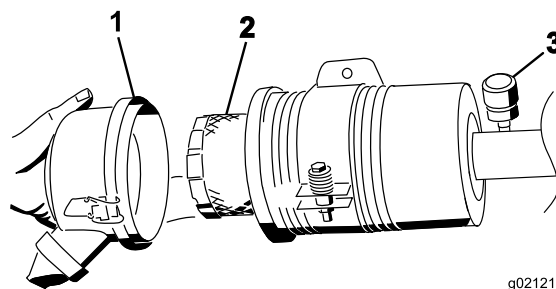

Figura 47
3. Retire y cambie el filtro (Figura 47).